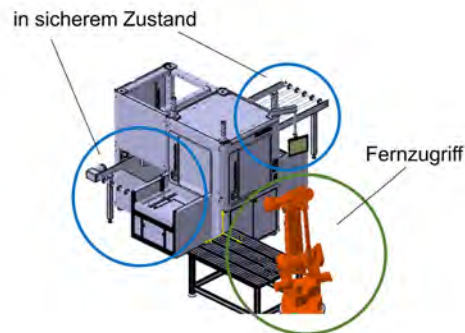

Abb. 4: Fernzugriff und nicht benötigte Komponenten im sicheren Zustand
1. Der Fernwartungsprozess ist zwischen dem Betreiber einer Maschine und dem Dienstleister/Maschinenhersteller ausführlich vertraglich zu vereinbaren. Insbesondere sollen Verpflichtungen und Haftungen der jeweiligen Vertragspartner festgehalten werden. Die Fernwartung wird gemäß den gesetzlichen Bestimmungen des Ortes durchgeführt, an dem die Maschine installiert wurde. Über die zutreffende Rechtslage und geltenden Vorschriften müssen alle beteiligten Personen im Vorfeld, insbesondere der Fernspezialist, unterwiesen werden. Lt. EN ISO 10218-2: § 5.6.5 k) muss jegliche Ausrüstung, die für die ferngesteuerte Handlung nicht benötigt wird und eine Gefährdung verursachen könnte, in einem sicheren Zustand gehalten werden (siehe Beispiel in Abb. 4).